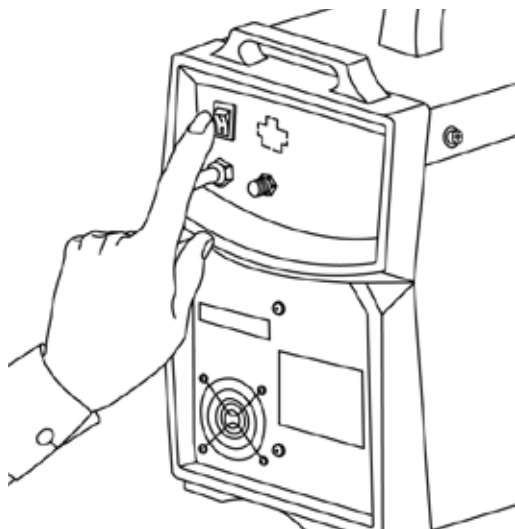

Рис. 11.4. Включите аппарат.
3. Включите сварочный аппарат (См. рис. 11.4).